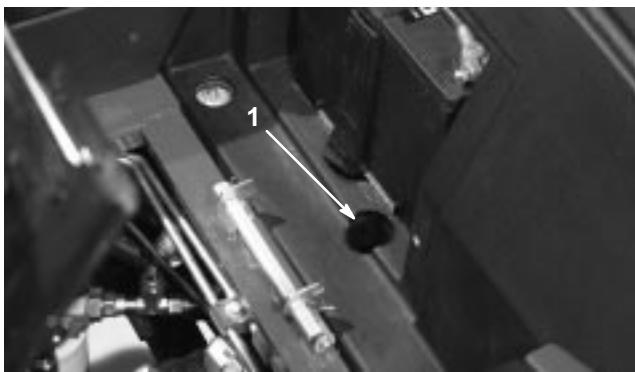

Bild 28
1. Heben Sie den Sitz an und entfernen die Batterieabdeckung. Das Bypassventil befindet sich vor der Batterie (Bild 28).